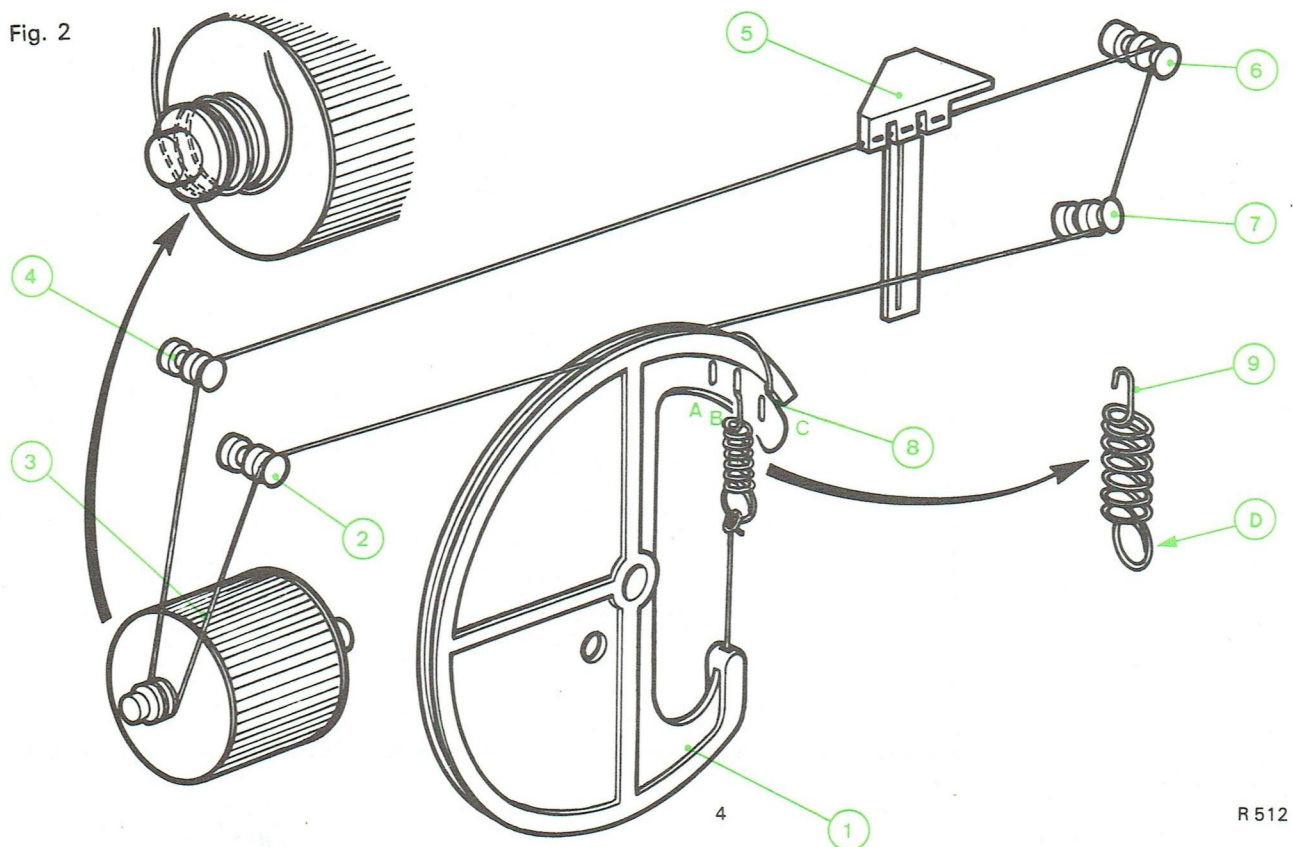

Fig. 2
- 2° - Tourner jusqu'en butée, dans le sens inverse des aiguilles d'une montre, la poulie du condensateur variable (1). (Fig. 2).
- 3° - Déboîter la poulie (3) de son support.
- 5° - Attacher l'une de ses extrémités au point (D) du ressort (9).
- 6° - Faire une boucle à l'autre extrémité du cordonnet et l'accrocher en (8) de la poulie du condensateur variable (1).
- 7° - Passer le cordonnet par le guide (2).
- 8° - Faire deux tours et demi dans le sens des aiguilles d'une montre sur l'axe de la poulie (3) et repositionner celle-ci sur son support.
- 9° - Passer ensuite le cordonnet par les guides (4), (6), (7) et la poulie du condensateur variable (1).
- 10° - Accrocher l'extrémité libre du ressort (9) dans l'une des encoches (A), (B) ou (C) de la poulie du condensateur variable (1) afin d'obtenir une tension correcte du cordonnet.
- 11° - Monter l'aiguille indicatrice (5) sur le cordonnet et amener son extrémité gauche en regard du premier repère situé à gauche du cadran.